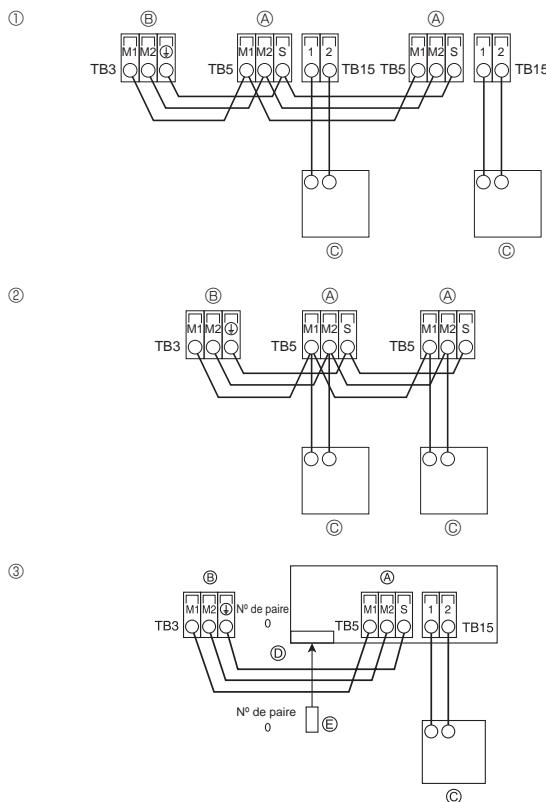
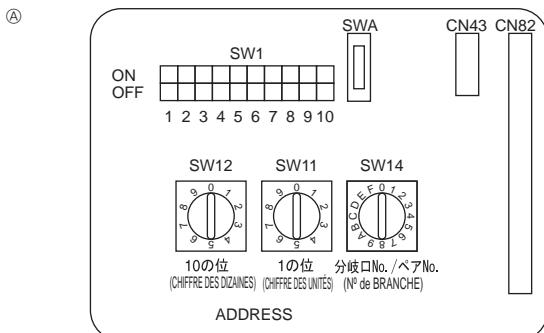

Fig. 6-3
Fig. 6-4
6.4. Raccordement des câbles de la commande à distance et des câbles de transmission intérieurs et extérieurs (Fig. 6-3)
- ① Commande à distance MA
- ② Commande à distance M-NET
- ③ Télécommande sans fil (lors de l'installation d'un récepteur de signaux sans fil)
- Ⓑ Bloc de sortie du câble de transmission extérieur (M1(A), M2(B), ④(S))
6.5. Configuration des adresses (Fig. 6-4)